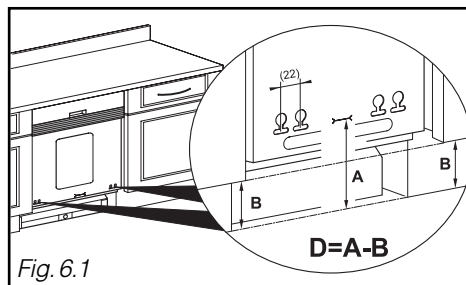

Fig. 6.1
- Mida la distancia entre el suelo y la parte inferior del panel de la puerta del mueble adyacente (cota **B**, Fig. 6.1)